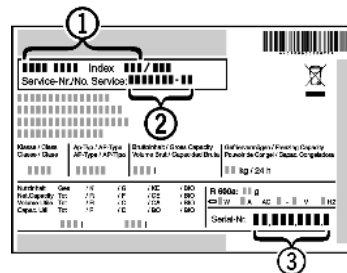

Fig. 11
- ▶ A készülék megnevezését Fig. 11 (1), a szerviz- Fig. 11 (2) és sorozatszámot Fig. 11 (3) a típus-tábláról olvassa le. A típustábla a készülék belsejében baloldalon található.
- ▶ Érttesítse a vevőszolgálatot a hibáról, és adja meg nekik a készülék megnevezését Fig. 11 (1), a szerviz- Fig. 11 (2) és a sorozatszámot Fig. 11 (3).